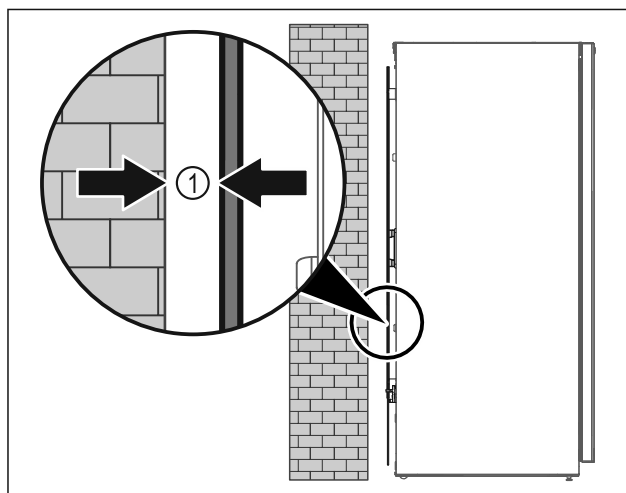

Fig. 6
- Zariadenie inštalujte voľne v priestore alebo priamo na stenu v minimálnej vzdialenosti 5 mm Fig. 6 (1).